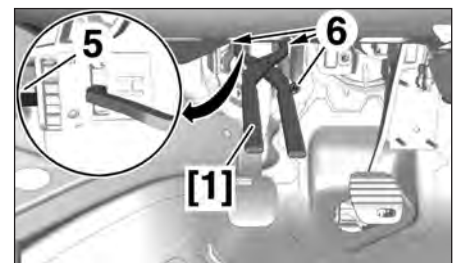

FIG.13
- Déverrouiller le cylindre émetteur (5) à l'aide de l'outil [1] (Fig.13).
- Ecarter la tige du cylindre émetteur (5) du pédalier.
- Déposer les écrous (6).